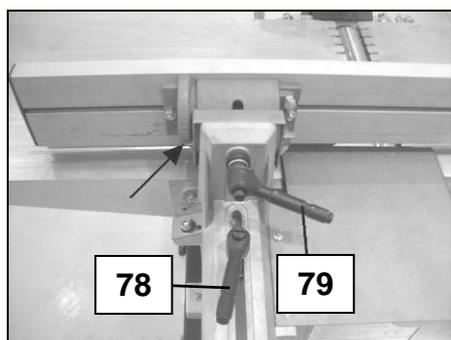

Fig 55
- Desserrez la manette (78), réglez le guide en profondeur sur la table puis resserrez la manette (78) (Fig 55).
- Desserrez la manette (79), réglez l'inclinaison du guide à l'angle voulu, puis resserrez la manette (79) (Fig 55).